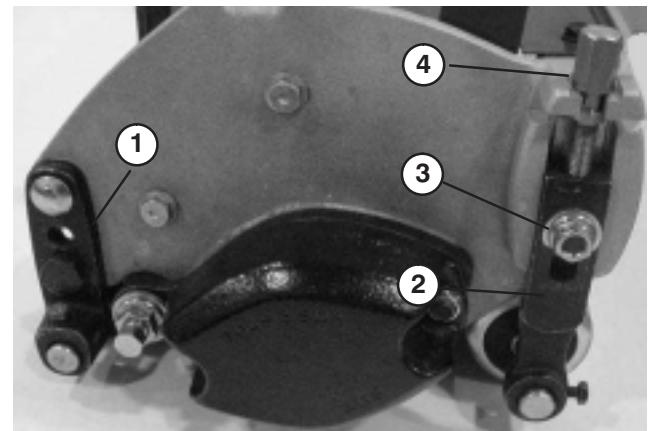

Bild 18
1. Stellen Sie die hinteren Walzenhalterungen (Bild 18) auf die obere oder untere Position, abhängig von dem gewünschten Schnitthöhenbereich.
3. Lösen Sie die Sicherungsmuttern, mit denen die Schnitthöhenarme an den Seitenplatten des Schneidwerks befestigt sind (Bild 18).